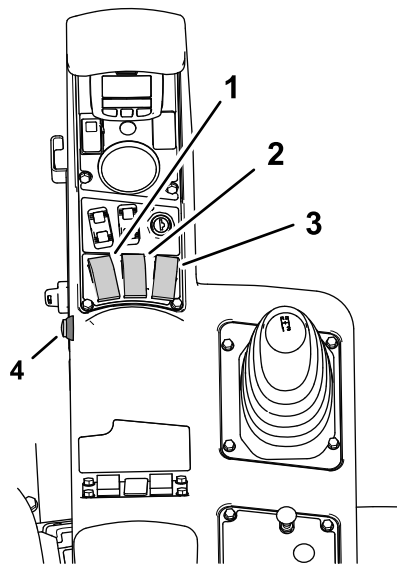
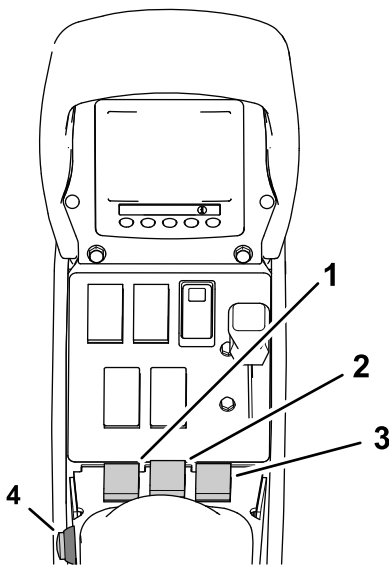

図 162
図 163
9. ブームスイッチ3つ車両のコントロールコンソールにあるをオンにセットする 図 162と図 163。